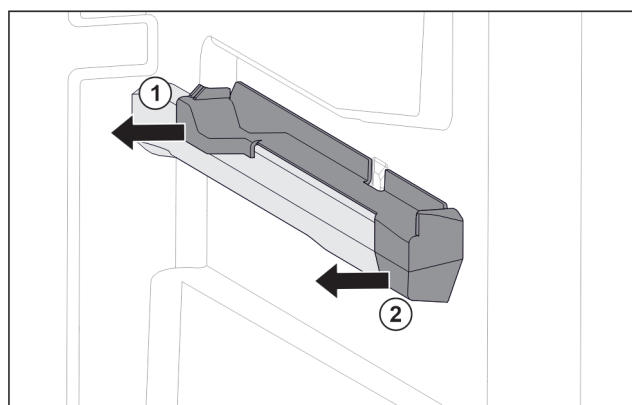

Fig. 130 Elemento inseribile sulla nervatura destra del contenitore
- Estrarre l'elemento inseribile dal lato posteriore di lato. Fig. 130 (1)
- Estrarre l'elemento inseribile dal lato anteriore di lato. Fig. 130 (2)